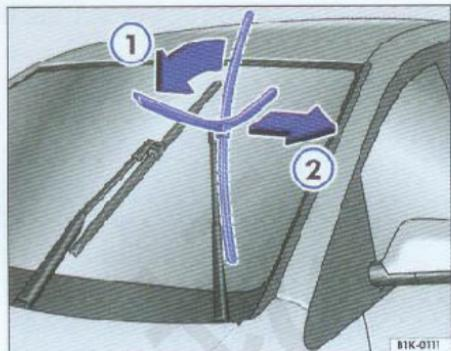

图12 更换前风窗刮水器刮水片
- 按箭头①的方向转动刮水片 \Rightarrow 图12，然后按箭头②的方向拉下刮水片。
- 将长度和型号相同的新刮水片压到刮水器臂上，然后按箭头①的相反方向转动刮水片到头。